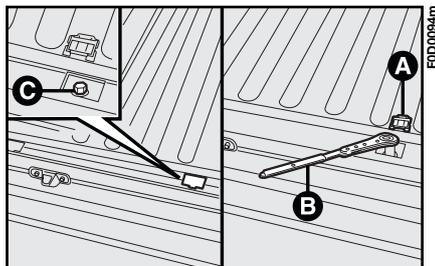
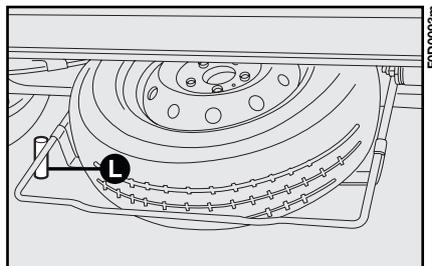
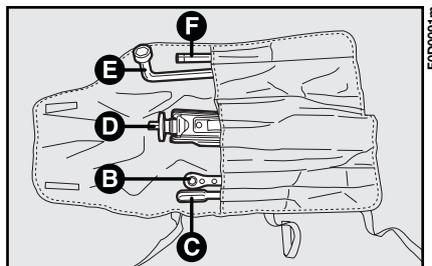

fig. 2
fig. 4
fig. 5
- enlever les deux bouchons **A-fig. 2** en plastique;
- à l'aide de la clé à cliquet **B** et de la rallonge **F-fig. 5** dévisser les deux boulons **C-fig. 2** qui sont visibles;
- décrocher le support de roue en s'aidant avec la clé **E-fig. 5** engagée dans l'emplacement **L-fig. 4** pratiquée sur le flanc gauche du support; et enlever la roue de dessous la plate-forme.
- 2) Faire tourner la molette **D-fig. 5** pour étirer partiellement le cric.
5) Introduire sur la molette la rallonge **F-fig. 5** puis la clé à cliquet **B** et soulever le véhicule jusqu'à ce que la roue soulevée ne se soulève de quelques centimètres. Agir par des mouvements alternés sur la clé à cliquet en ayant soin que le mouvement soit libre pour éviter toute excoriation de la peau provoquée par le frottement contre le sol.